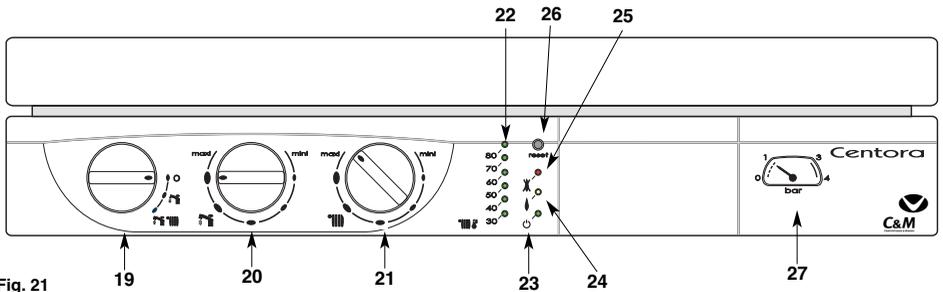

Fig. 21
Quadro comandi (fig. 21)
- posizionate il commutatore **19** (fig. 21) su «  » ; la spia arancione **24** (fig. 21) si accende ogni volta che il bruciatore si mette in funzione
Non dimenticare di riaprirlo all'inizio della stagione di riscaldamento, ossia al momento di riposizionare il commutatore **19** (fig. 21) su «  ».
La manopola di regolazione del riscaldamento **21** «  » (fig. 21) consente di regolare la temperatura dell'acqua del circuito di riscaldamento in funzione delle esigenze del clima. Durante un attingimento sanitario, la funzione riscaldamento è interrotta.
L'indicatore **22** «  » (fig. 21) visualizza tale temperatura.
- posizionate il commutatore **19** in posizione «O» il led verde (fig. 21) resta acceso. La funzione antigelo della caldaia resta attiva
- posizionate il commutatore **19** sulla posizione di fermo «O» (spegnimento della spia verde **23** (fig.21)